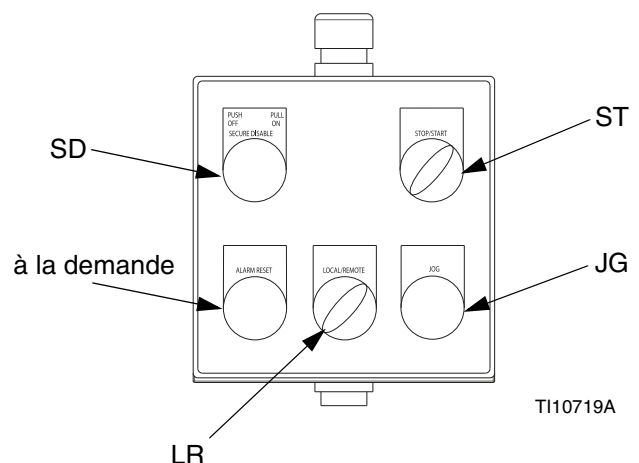

FIG. 5 : Boîtier de commandes locales
Le boîtier de commandes locales présente cinq commandes. Consultez la FIG. 5.
1. Mettez le commutateur START/STOP (ST) sur STOP. Consultez la FIG. 5.
2. Appuyez sur le commutateur SECURE DISABLE (SD).
3. Ouvrez le régulateur à pression constante (U) et toutes les vannes de vidange de fluide du système en ayant à disposition un récipient prêt à récupérer le produit vidangé. Laissez-la ouverte jusqu'au moment où vous serez prêt à remettre le système sous pression.
3. Mettez le commutateur START/STOP (ST) sur STOP. Consultez la FIG. 5.
2. Utilisez le VFD pour régler le moteur sur débit faible (environ 15 Hz). Réglez selon les besoins. Consultez le manuel 31 1596 du VFD pour connaître la procédure de réglage spécifique du débit. Consultez la FIG. 5.
3. Appuyez sur le commutateur SECURE DISABLE (SD). Consultez la FIG. 5.
4. Mettez le commutateur START/STOP (ST) sur STOP. Consultez la FIG. 5.
5. Retirez le commutateur SECURE DISABLE (SD) pour le désenclencher. Consultez la FIG. 5.
7. Mettez le commutateur START/STOP (ST) sur START. La vitesse va augmenter ; cependant, elle ne change pas immédiatement. Consultez la FIG. 5.